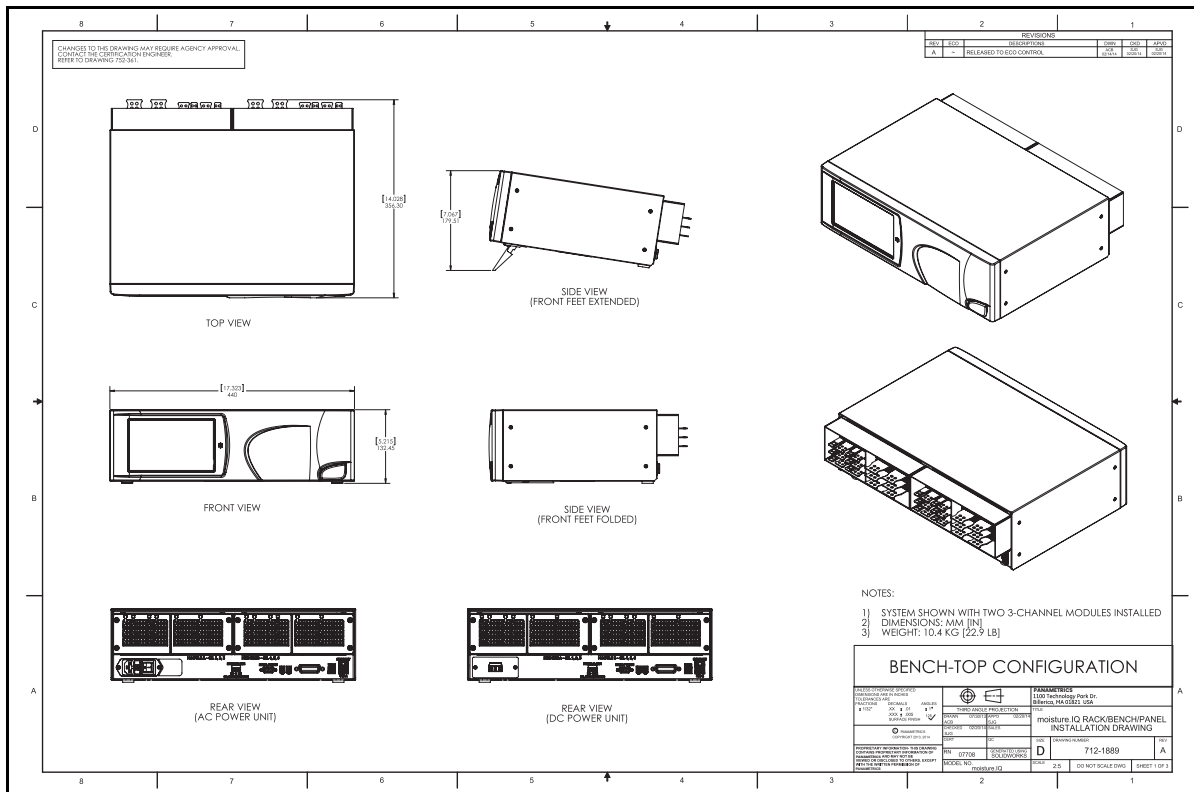
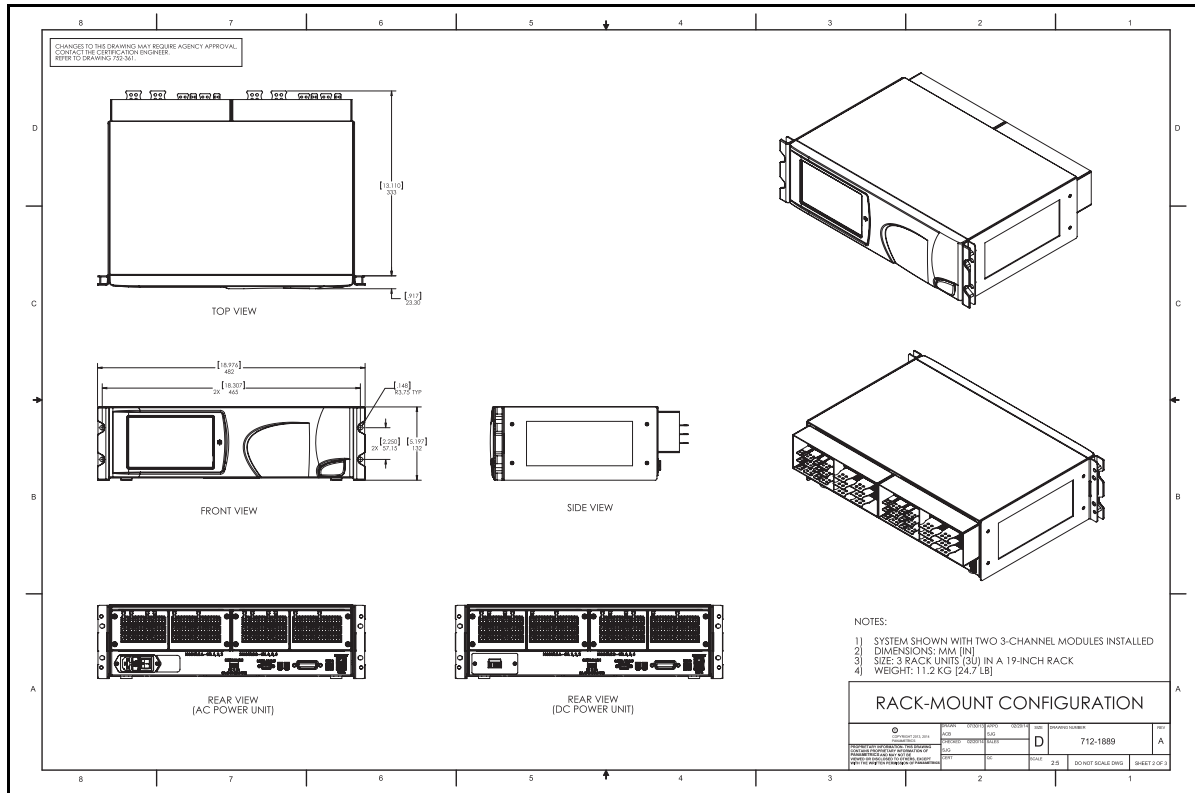
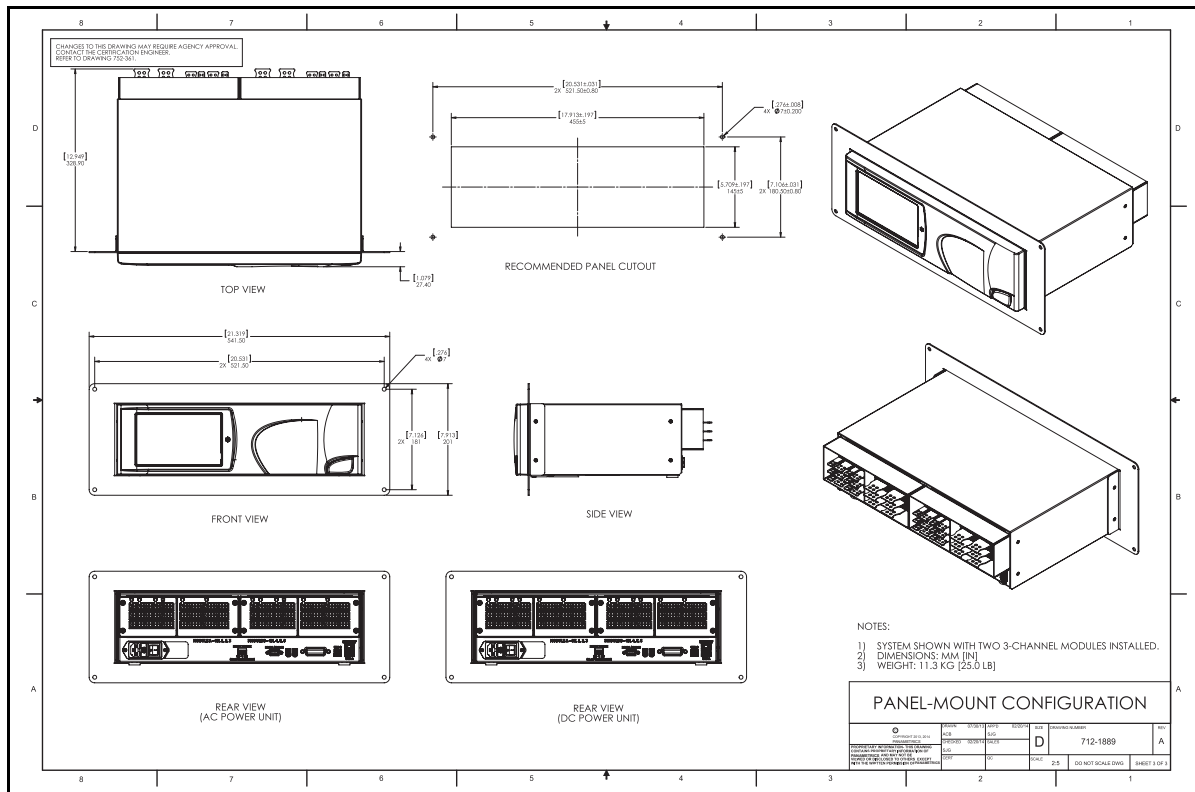

Figure 106: Configuration sur banc (n° 712-1889_revA, page/ 3)
Figure 107: Configuration sur châssis (n° 712-1889_revA, page 2/ 3)
Figure 108: Configuration sur panneau (n° 712-1889_revA, page 3/ 3)
- L'installation doit être conforme aux **schémas de configuration** 712-1889 pour la version sur châssis (voir *Figure 107* page 153)/banc (voir *Figure 106* page 152)/panneau (voir *Figure 108* page 153).